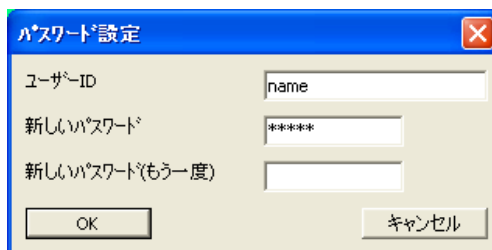

図 18-2
2. 新規ユーザーを追加する場合は「追加」ボタンをクリックし、図 18-2 の画面を表示し、ユーザーIDとパスワードを設定します。パスワードは確認用に2回入力してください。ユーザーIDは全角8文字、半角16文字以内、パスワードは半角英数8文字以内で設定してください。パスワードは省略可能です。